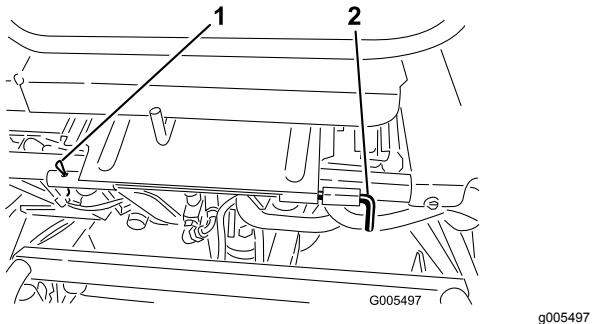

Figura 26
3. Baje el asiento y retire el pasador cilíndrico que fija la varilla de pivotе del asiento al bastidor (Figura 26).